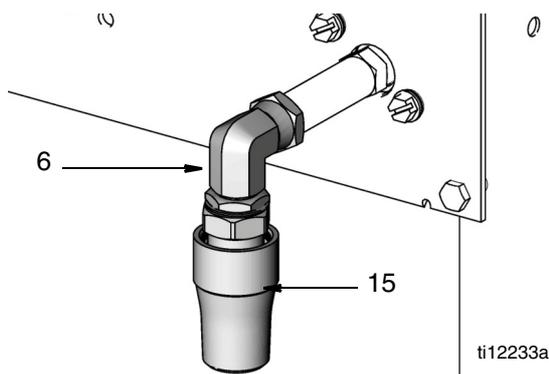

FIG. 26
5. Svitare l'adattatore nipplo (13), il gomito (6) e il gruppo ugello girevole (15) e rimuovere l'unità dal collettore (14) (FIG. 26).